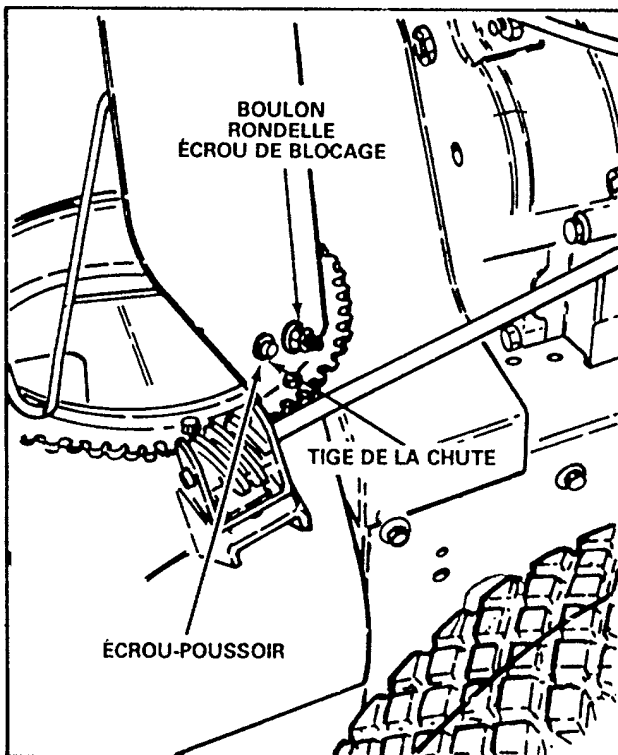

Figure 1
1. Enlevez les boulons, rondelles et écrous de blocage qui retiennent la chute à la plaque pivotante (figure 1).
2. Ôtez les écrous-poussoir qui fixent la tige de la chute à la chute (figure 1).